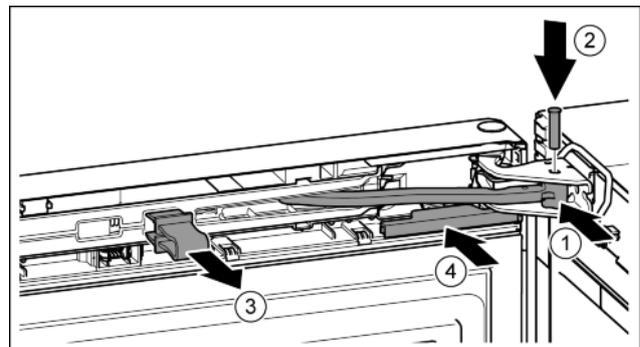

Fig. 20
- ▶ Gelenk in Lagerbock drehen. Fig. 20 (1)
- ▶ Bolzen in Lagerbock und Gelenk einsetzen. Dabei darauf achten, dass der Rastnocken korrekt in der Nut sitzt. Fig. 20 (2)
- ▶ Sicherung abnehmen. Fig. 20 (3)
- ▶ Abdeckung aufschieben. Fig. 20 (4)